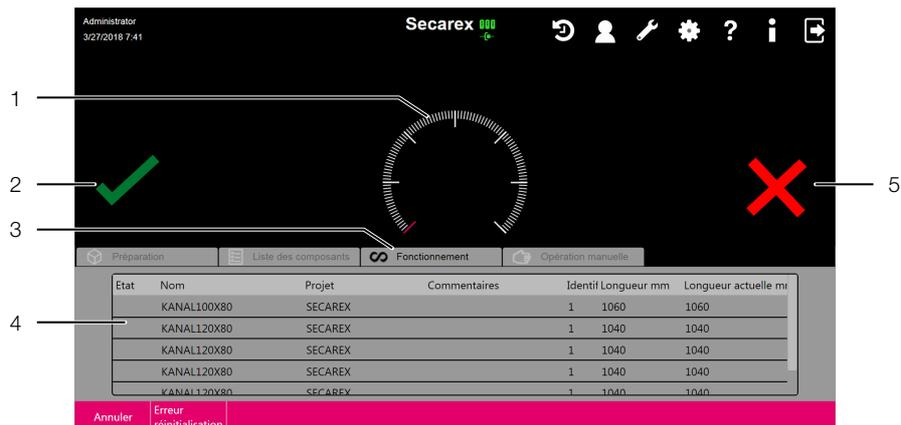

Fig. 12 : onglet « Fonctionnement »
L'onglet « Fonctionnement » (fig. 12, pos. 3) est sélectionné pour l'usinage proprement dit. Les opérations nécessaires à effectuer par l'opérateur sont affichées à l'écran.
- Appuyer sur le bouton de commande « Pièce défectueuse » à l'écran (fig. 12, pos. 5).